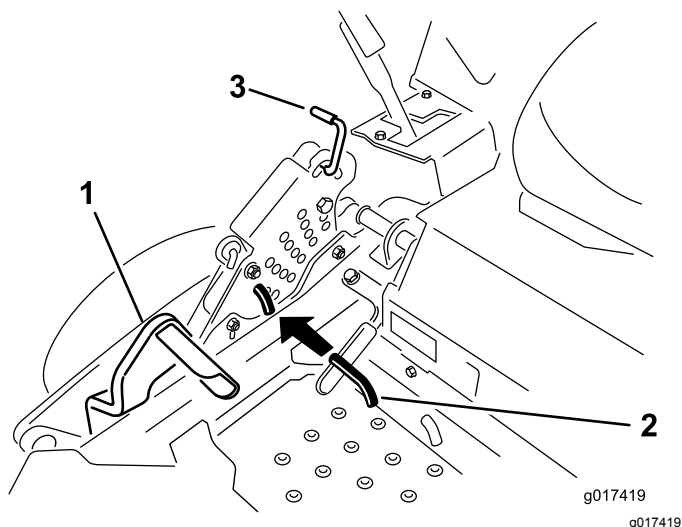

Figure 76
5. Enfoncez complètement la pédale de relevage du plateau de coupe pour verrouiller le plateau à la position de transport de 14 cm (Figure 76).